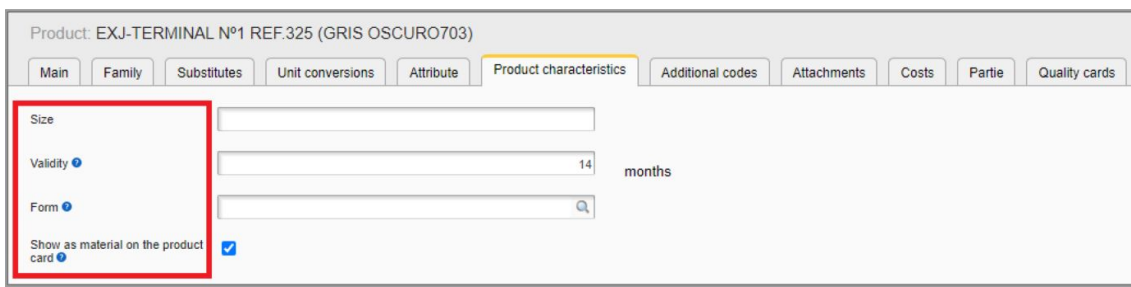

Figura 18. Atributos adicionales.
- **Product characteristics:** Se pueden añadir ciertas características al producto, como se muestra en la Figura 18, como el tamaño, una fecha de vencimiento, un posible formulario a rellenar durante la producción, o si se desea mostrar como material en la tarjeta de producto.